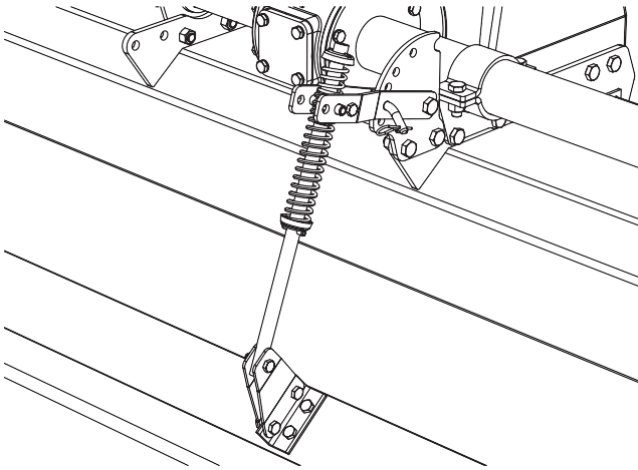

FIG. 9
- Montera sladdplankans justerdon (fig. 9)